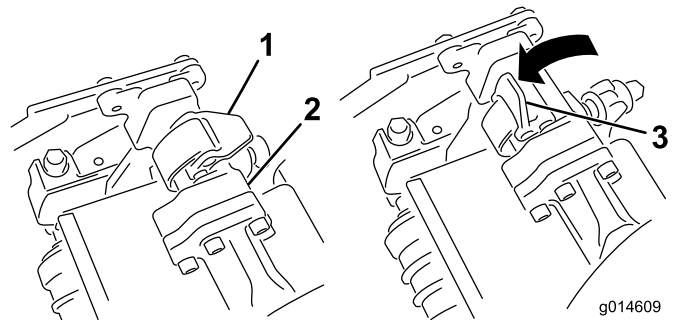

Figura 12
5. Com os fechos na barra do braço de suspensão a apontar para cima (i.e., abertos) (Figura 12), empurre o braço de suspensão para baixo de forma a que a barra passe pela barra através da parte superior da unidade de corte (Figura 13).
6. Feche os fechos para baixo e em redor da barra da unidade de corte e bloqueie-os no sítio (Figura 12).